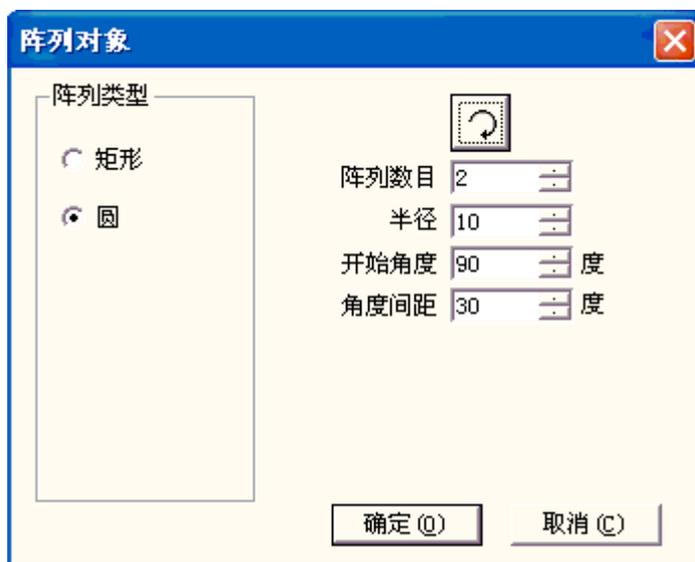

图 5-2-b 阵列对话框（圆）
**禁止改变序列号文本内容：**勾选后，序列号阵列时不改变内容。若您选择阵列方式为圆，则会出现下图 5-2-b 所示对话框：